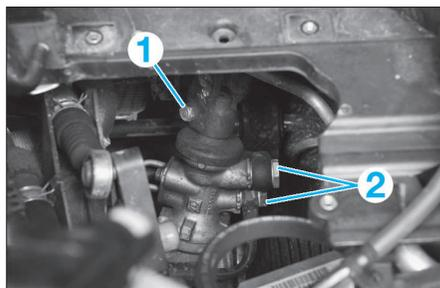

FIG. 16
- Désaccoupler à l'aide d'un extracteur approprié la rotule de direction (2) du pivot.
- Déposer la vis de bride de fixation (1) du cardan de direction sur le boîtier de direction (Fig.16).